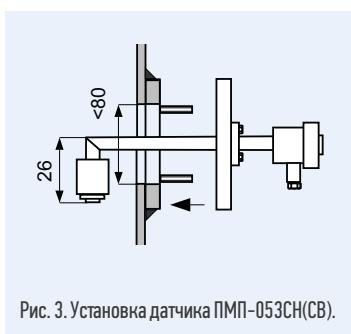

Рис. 3. Установка датчика ПМП-053Ч(СВ).
1) небольшая высота вертикальной части направляющей (76 мм) позволяет осуществлять прямую установку в ответный фланец, внутренним диаметром не менее 80 мм (см. рисунок. 3);